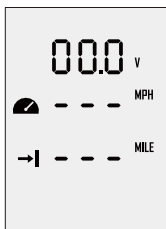

Abb. 6-1
Schritt 1: Im eingeschalteten Zustand drücken Sie die „**M**“ Taste ca. 2 Sekunden, um zu den benutzerdefinierten Einstellungen zu gelangen (siehe Abb. 6-1). Der Benutzer kann nach seinen Vorlieben die Anzeigeoptionen auswählen.
Schritt 2: Im Menü der benutzerdefinierten Einstellungen wird die momentan einzustellende Option blinkend dargestellt. Durch Drücken der „**^**“ Taste können Sie die anderen Optionen dieser Einstellung sehen. Beispiel: Wenn in Abb. 6-1 „V“ blinkt, bedeutet es, dass Sie an dieser Stelle andere Optionen auswählen können. Durch Drücken der „**^**“ Taste wird die Anzeige von „V“ auf „%“ gewechselt. D. h. anstatt der Spannung wird der Batteriestand angezeigt.